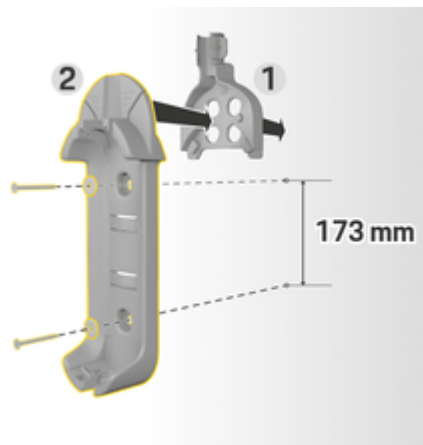

Fig. 80: Medidas de taladrado
3. Presione la base de soporte de pared **2** (Fig. 80) dentro de la guía de cables **1** (Fig. 80) desde delante.